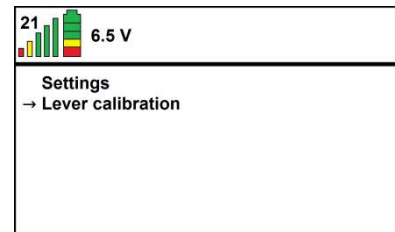

Abbildung 17
- Schalten Sie die Fernbedienung ein, und rufen Sie das Menü der Fernbedienung auf, indem Sie die Taste (✓) drücken (siehe *Abbildung 17*).
Drücken Sie die Taste (▼), sodass der Pfeil im Display vor dem Eintrag **Lever calibration** steht (siehe *Abbildung 17*).